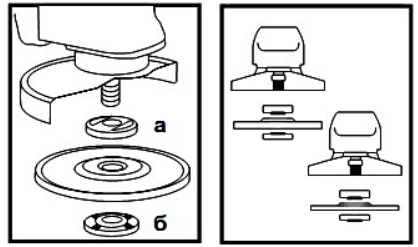

Рисунок 2
4.4 Встановіть на виріб шліфувальний або відрізний круг. Для цього натисніть на кнопку фіксації шпindel ь (1) і поверніть його до такого положення, при якому він зафіксується. За допомогою вилочного ключа з комплекту виробу відверніть і зніміть затискну гайку (б) (дивіться рисунок 2).
Встановіть шліфувальний диск на посадкове місце фланцевої шайби (а) (рисунок 2), наживіть рукою затискну гайку на шпindel і затягніть її ключем з комплекту приладу. Відпустіть кнопку фіксації шпindelа і переконайтеся в тому, що кнопка звільнена, через дво- або триразове натискання. Проверніть диск і впевніться, що шпindel розблокований.